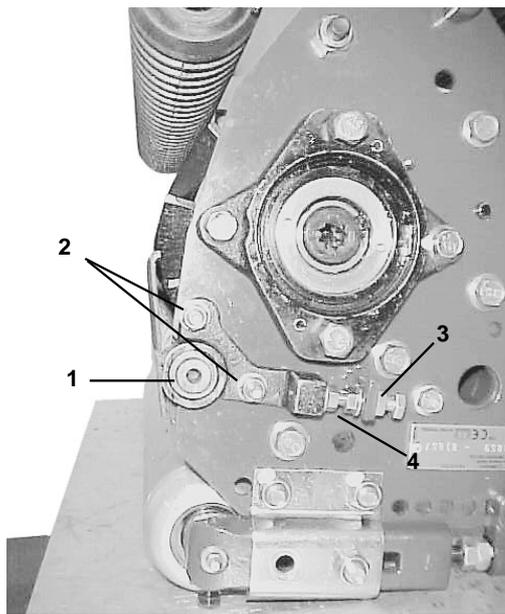

Bild 8
5. Lockern Sie die Sicherungsmuttern der Gelenknabe so weit, daß sich die Gelenknabe bewegen läßt (Bild 8).
6. Wenn das Papier an der linken Seite nicht geschnitten wurde, lockern Sie die untere Einstellmutter an der Gelenknabe. Dann drehen Sie die obere Einstellmutter im Uhrzeigersinn, um die Gelenknabe hochzuziehen. Wenn das Papier dagegen an der rechten Seite nicht geschnitten wurde, lockern Sie die obere Einstellmutter an der Gelenknabe. Dann drehen Sie die untere Einstellmutter entgegen dem Uhrzeigersinn, um die Gelenknabe abwärts zu ziehen (Bild 8).
WICHTIG: Die „Neigung“ des Schneidwerks wirkt sich nennenswert auf die Leistung des Schneidwerks aus. Die Neigung steht für den Winkel des Messers im Verhältnis zum Boden (Bild 8). Einstellbare Profileteile vorne und hinten ermöglichen eine variable Einstellung der Neigung des Schneidwerks im gesamten Schnitthöhenbereich. Alle Schneidwerke an einer Maschine müssen auf die gleiche Neigung eingestellt werden. Wenn das nicht geschieht, wird das Erscheinungsbild der Rasenfläche nach dem Schnitt dadurch beeinträchtigt.